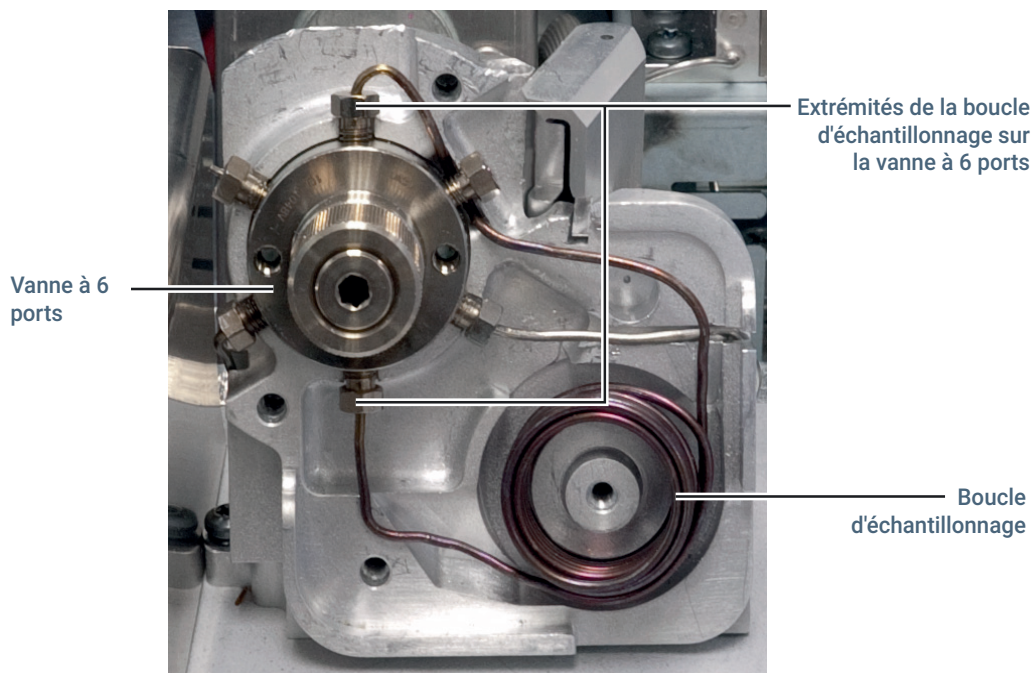

Figure 19. Déconnexion de la boucle d'échantillonnage de la vanne à 6 ports
- 7 A l'aide d'une clé plate de 1/4 de pouce, débranchez les deux extrémités de la boucle d'échantillonnage de la vanne à 6 ports (**Figure 19**).
- 9 Démontez la boucle d'échantillonnage (**Figure 19**). Tirez sur le raccord desserré de la sonde d'échantillonnage juste assez pour faire coulisser le tube de la boucle en dessous.